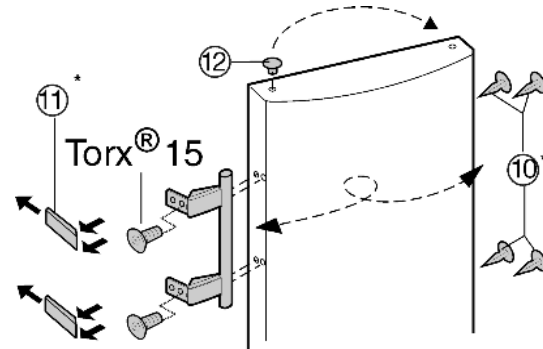

Fig. 8
- ▶ Til de stop Fig. 8 (12) uit de deurlagerbus en plaats hem om.
- ▶ Monteer deurgreep, stop Fig. 8 (10) en drukplaten Fig. 8 (11) af en monteer ze aan de tegenoverliggende kant.